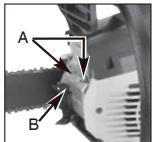

Fig. 17A
- Déposez les 2 boulons (A) et déposez le silencieux. (Fig. 17A).